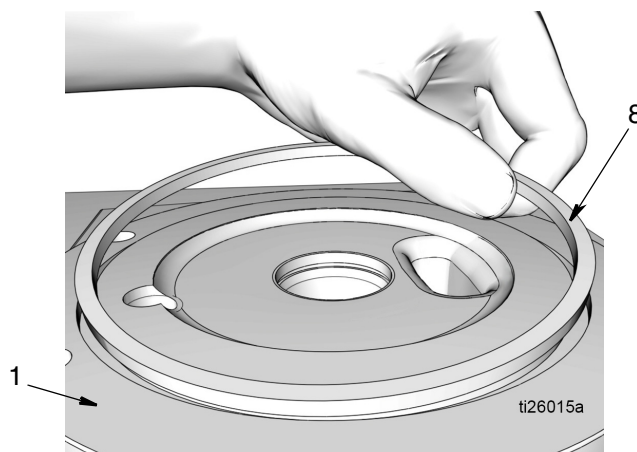

FIG. 29
21. Rimuovere l'O-ring quadrato (8) dalla base della pompa (1) (FIG. 29). Smaltire gli O-ring secondo le norme vigenti per il corretto smaltimento